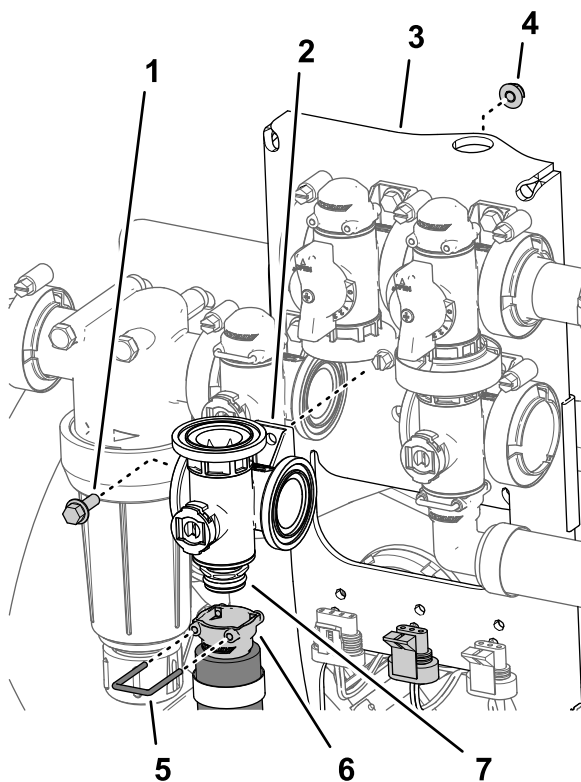

Figure 116
- Retirez l'étrier qui fixe la douille de raccordement rapide à au raccord rapide du collecteur de la vanne d'agitation (Figure 116).
- Retirez le boulon à embase ( $\frac{1}{4} \times \frac{3}{4}$  po) et le contre-écrou à embase ( $\frac{1}{4}$  po) qui fixent la vanne d'agitation sur son support, puis déposez le collecteur de la machine (Figure 116).